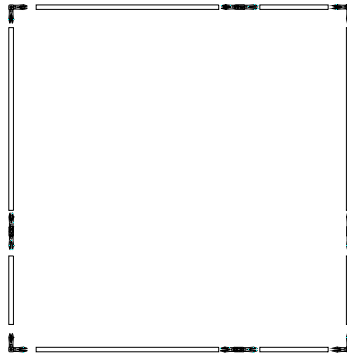

Abbildung 14: Aufbau des Rahmens 915 mm x 915 mm
- 1 Montieren Sie einen Trägerrahmen 915 mm x 915 mm, wie in Abbildung 14 dargestellt, mit Hilfe von zwei Aluminium-Rohrstücken von 610 mm Länge, vier Aluminium-Rohrstücken von 305 mm Länge, vier geraden Verbindungsstücken und vier rechtwinkligen Verbindungsstücken. Denken Sie daran, dass bei dem Trägerrahmen die Klettband-Oberflächen nach innen zeigen müssen (zur Mitte der Konstruktion).